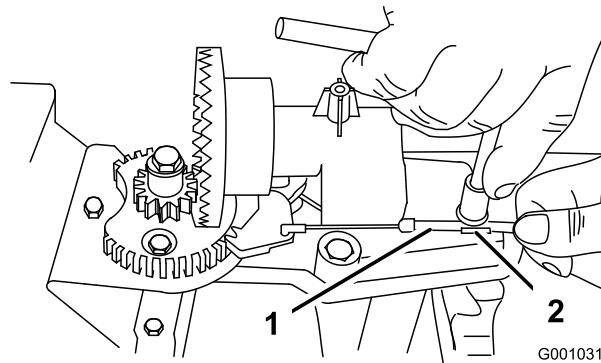
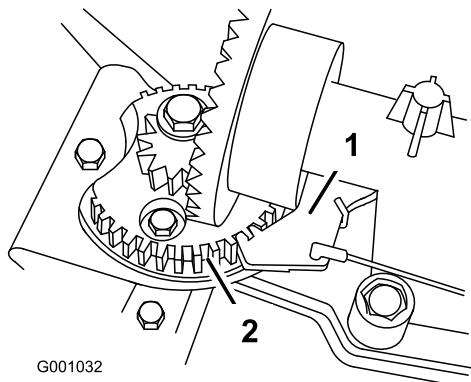

Figure 60
Figure 61
2. Desserrez le boulon du serre-câble (Figure 60).
| 3. Saisissez la gaine du câble et déplacez-la vers l'avant de la machine jusqu'à ce que le cliquet de verrouillage de l'éjecteur s'engage complètement dans les dents du secteur (Figure 60 et Figure 61). | |
Remarque: Le cliquet est rappelé par ressort et s'engage naturellement dans les dents du secteur (Figure 61).